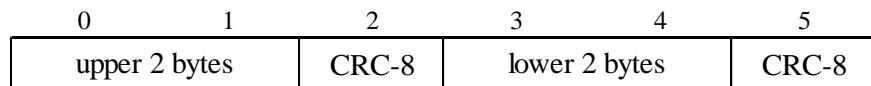

Fig. 9. データの内容 (Contents of data)
- 出力データは、下図のFig. 9のように、上位2バイトと下位2バイトに分けられ、それぞれの2バイトに対してCRC-8が付加されています。
- Output data is divided into upper 2 bytes and lower 2 bytes as shown in Figure 9 below, and CRC-8 is added to each 2 bytes.